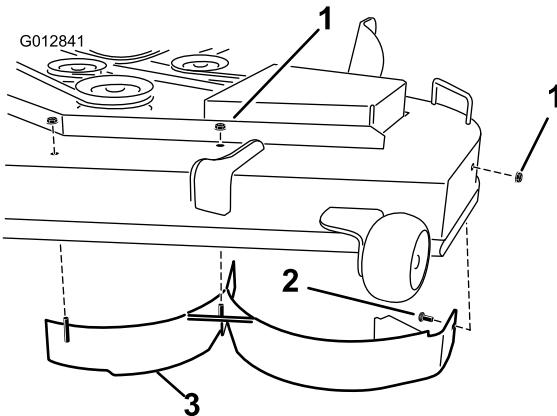

Figura 32
superior de la plataforma de corte, en las posiciones centro y centro izquierda (Figura 32). Retire el perno de cuello cuadrado y la contratuerca, situados en la pared lateral de la plataforma de corte, que sujetan el deflector izquierdo a la plataforma.
7. Retire el deflector izquierdo de la plataforma de corte según se muestra en Figura 32.
8. Localice los dos pernos y las contratuerca entre las piezas sueltas. Instale estas fijaciones en los taladros indicados en Figura 32 de la plataforma de corte para evitar que se arrojen residuos al aire. Instale el perno con la cabeza por debajo de la plataforma, y sujetelo desde arriba con una contratuerca.